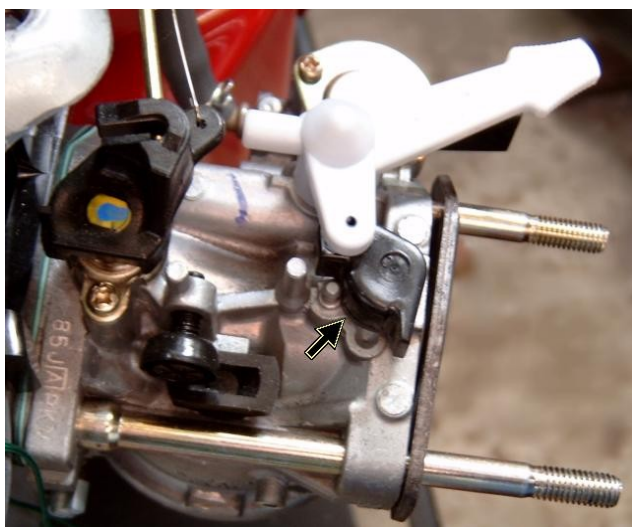

Рис.5 Кромка рычага воздушной заслонки.
- 3) Острым ножом аккуратно срежьте кромку рычага воздушной заслонки (кромка рычага показана стрелкой на рис.5), так чтобы заслонку можно было легко двигать.
- 5) Снимите ручной привод рычага воздушной заслонки (белый рычаг на рис.5) с карбюратора, а на его место поставьте пружину с тягой от электропривода. Потягивая за тягу соотнесите положение рычага воздушной заслонки и величину зазора воздушной заслонки. Запомните это положение рычага.